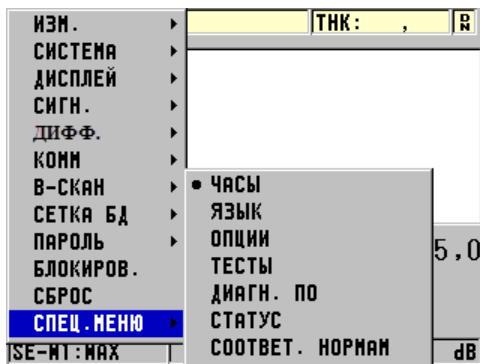

Рис. 4-2 Экран СПЕЦ.МЕНЮ
2. В окне **СПЕЦ.МЕНЮ** (см. Рис. 4-2 на стр. 47) выберите **ЧАСЫ**.